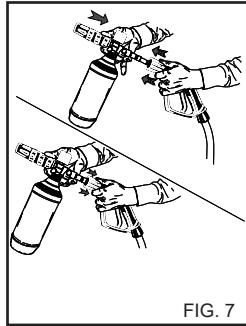

FIG. 7
- 2) Quite la extensión de la empuñadura e introduzca el kit pulverizador de detergente (fig. 7), accione la hidrolimpiadora y distribúyalo sobre la superficie que debe lavar, de abajo hacia arriba.